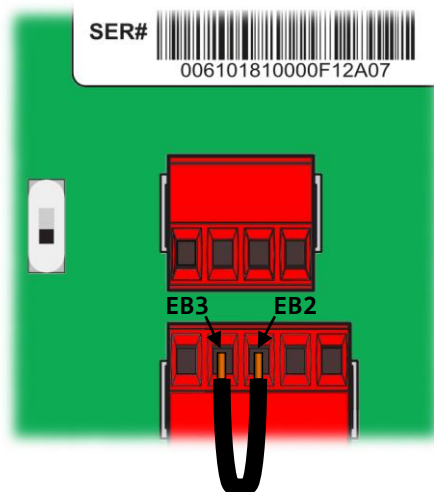

Abbildung 18: Kabelbrücke EB2-EB3
2. Installieren Sie eine Kabelbrücke zwischen EB2 und EB3 wie in Abbildung 18 unten gezeigt.